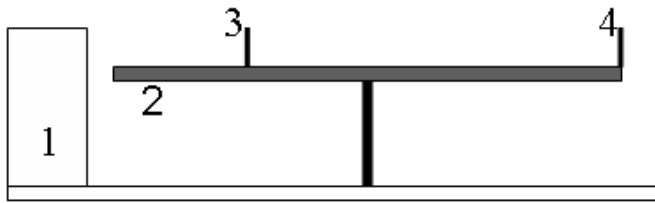

Рис.2
1. Установить шкалу с отверстием 3 (рис.2.) на некотором расстоянии l от дифракционной решетки 4 (по заданию преподавателя).